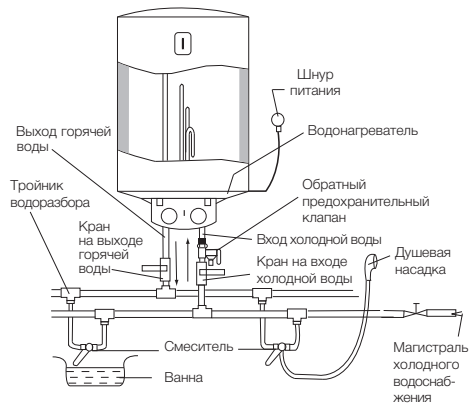

Рис. 6.
4. Если необходимо реализовать многоканальную систему водоснабжения, используйте способ соединения (см. рис. 6 и 7).